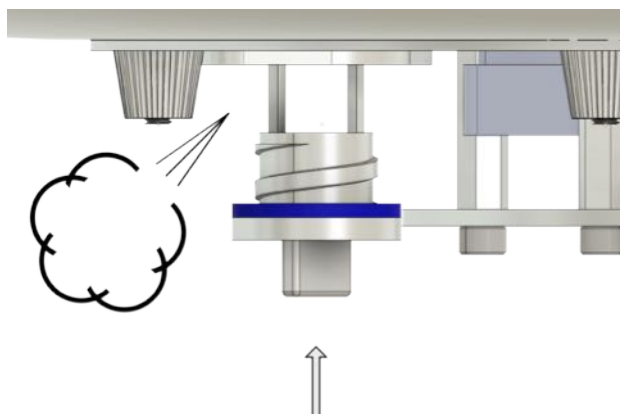

Abb. 4
5. Dopo aver sgonfiato la busta del palloncino, richiudere leggermente a mano la chiusura a torsione (Fig. 4)